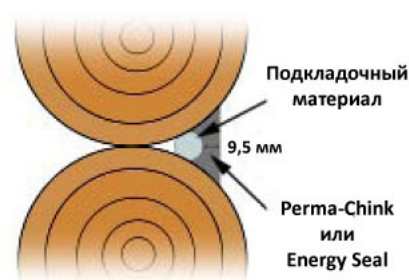

Рисунок 4
**Примечание:** при использовании подкладочного материала округлого сечения толщина нанесённого сверху герметика в центре подкладочного материала будет меньше, чем по его краям (смотрите рисунок 4). Следите за тем, чтобы слой герметика не был слишком тонким.
**Примечание:** при использовании подкладочного материала округлого сечения толщина нанесённого сверху герметика в центре подкладочного материала будет меньше, чем по его краям (смотрите рисунок 4).